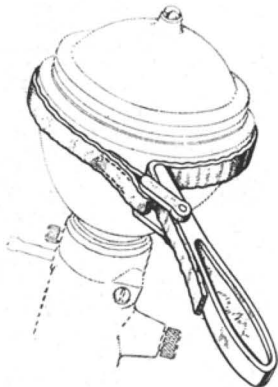

Fig. 44. — Clé à sangle 2223-T
- Détéacher l'accumulateur à l'aide d'une clé à sangle 2223-T (fig. 44).